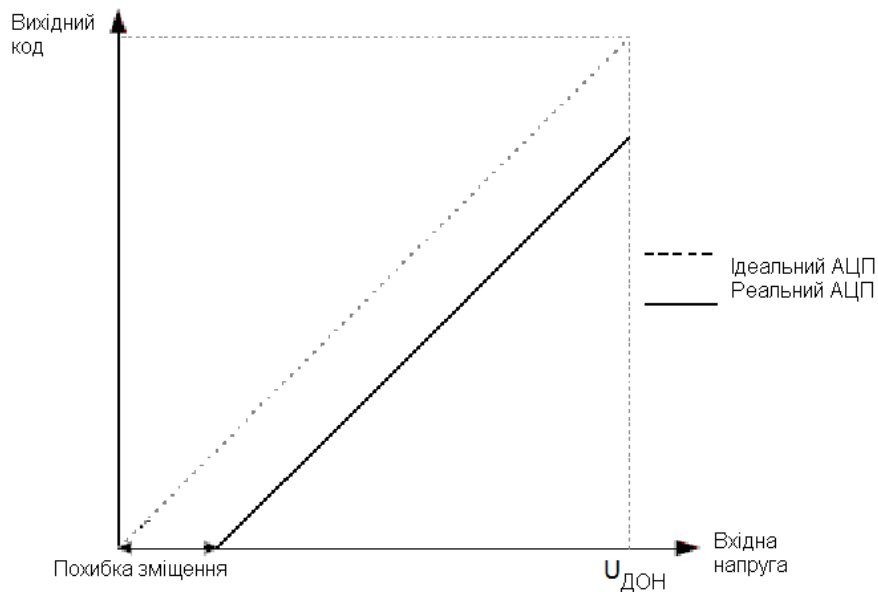

Рисунок 8.15 – Похибка зсуву
1. Похибка зсуву - відхилення першого переходу (з 0x000 на 0x001) у порівнянні з ідеальним переходом (тобто при 0.5 мол. розр.). Ідеальне значення : 0 мол. розр. (рисунок 8.15).